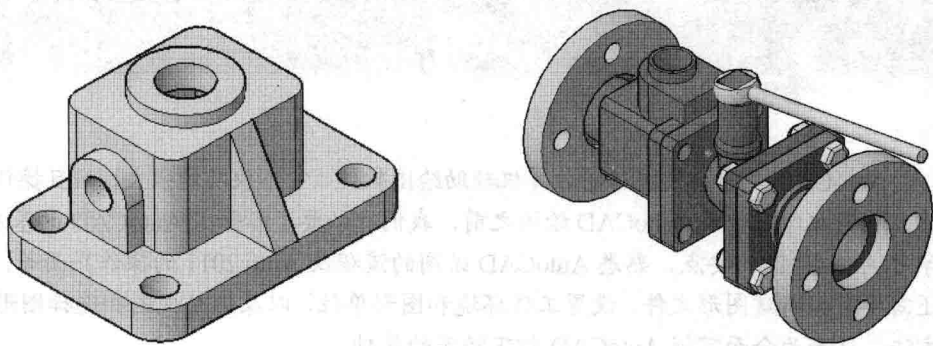

图 1-2 使用 AutoCAD 绘制三维零件图和装配图
- 绘制三维零件图和装配图：**在 AutoCAD 中，不仅可以直接绘制长方体、球体、圆柱体等基本实体，还可以将一些平面图形通过拉伸、旋转等方法转换为三维图形，如图 1-2 左图所示。另外，借助各种三维修改命令，还可以将已绘制好的零件图按照一定关系进行组装，从而得到整个产品的装配图，如图 1-2 右图所示。